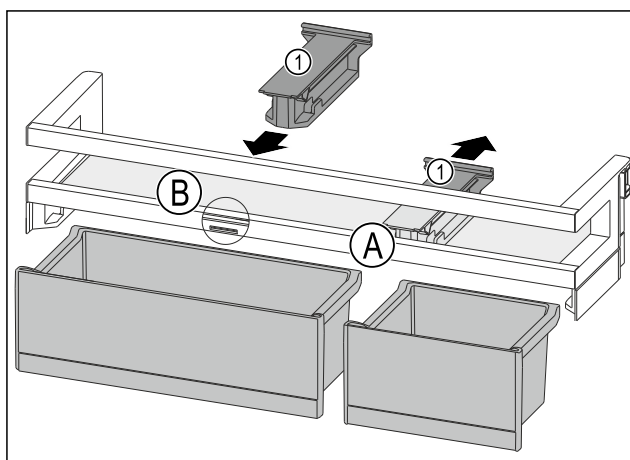

Fig. 193
- ▶ Снимите крепление Fig. 193 (1) в позиции Fig. 193 (A), отодвинув его назад.
- ▶ Установите крепление Fig. 193 (1) в позиции Fig. 193 (B).